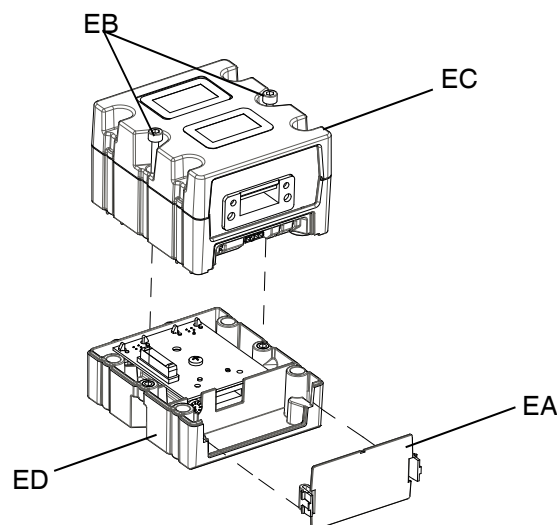

FIG. 60: Demontering av CGM
4. Ta bort locket från gatewaymodulen för kommunikation (EA). Lossa de två skruvarna (EB) och ta bort gatewaymodulen för kommunikation (EC) från basen (ED) enligt FIG. 60.